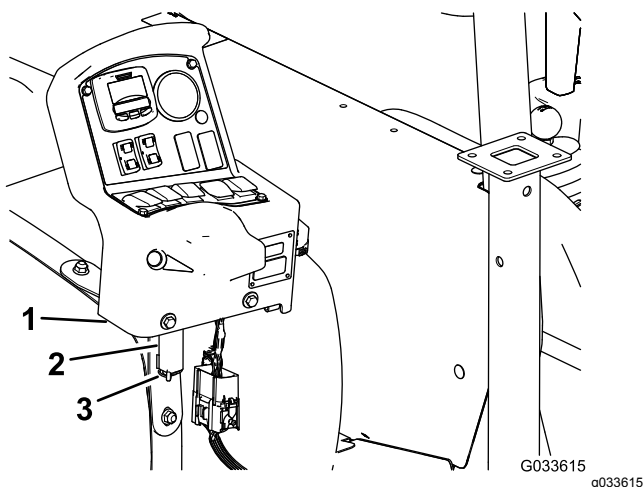

Figura 132
7. Retire a consola do suporte de montagem da consola no painel de instrumentos da máquina e alinhe o pino articulado na consola de controlo com o suporte de armazenamento na correia frontal do depósito (Figura 132); consulte Instalação da consola de controlo na máquina \(página 21\).
8. Monte a consola no suporte e prenda o pino articulado no suporte com o perno de gancho (Figura 132).